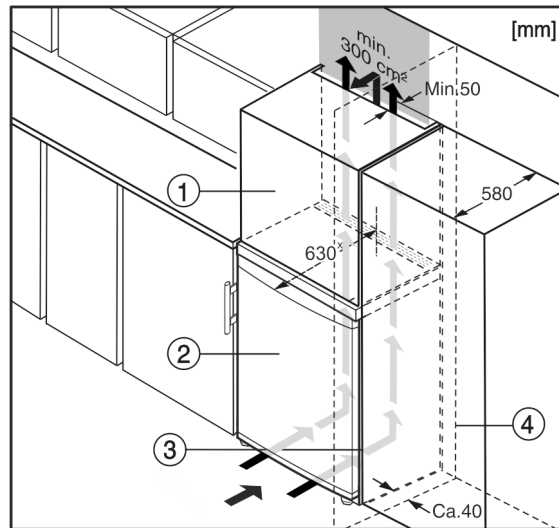

Fig. 5
L'appareil peut être intégré dans des meubles de cuisine. Pour adapter l'appareil Fig. 5 (2) à la hauteur du coin cuisine, une rehausse Fig. 5 (1) peut être posée sur l'appareil.
Lors de la transformation avec des placards de cuisine (profondeur max. 580 mm), le réfrigérateur peut être placé directement à côté du placard de cuisine Fig. 5 (3). Le réfrigérateur dépasse sur les côtés de 34 mm x et au centre du réfrigérateur de 50 mm x par rapport à la façade du placard.
Si le réfrigérateur est installé avec les charnières près d'une paroi Fig. 5 (4), la distance entre le réfrigérateur et la paroi doit être d'au moins 40 mm. Cela correspond au dépassement de la poignée lorsque la porte est ouverte.